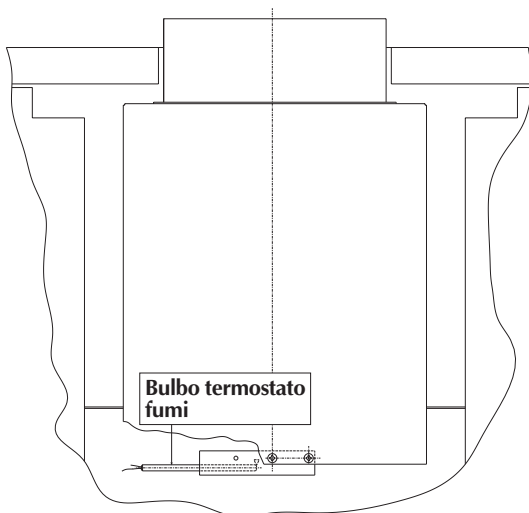

Fig. 4
- Nel caso di sostituzione del TERMOSTATO FUMI, utilizzare solamente componenti originali e assicurarsi che i collegamenti elettrici e il posizionamento del bulbo (vedi fig. 4) siano ben eseguiti ed in ogni caso **NON ESCLUDERE MAI IL TERMOSTATO FUMI DAL CIRCUITO ELETTRICO**.